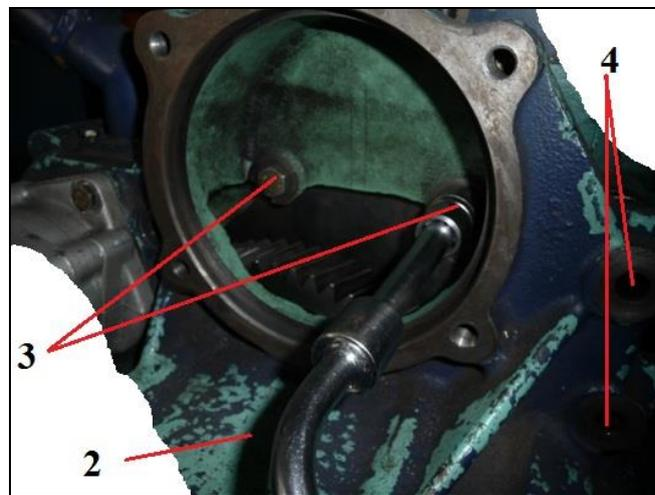

Рис. 34 Снятие картера маховика
2.29. Снятие картера маховика (см. Рис. 34)